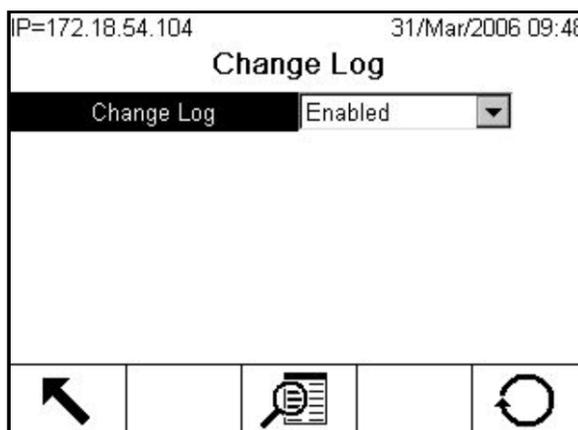

Figure C-29: Écran de configuration Change Log
Le journal de modification du fichier du terminal IND780 suit toutes les modifications intentionnelles apportées aux paramètres de configuration système. Le journal de modification peut être activé/désactivé via Setup en allant à **Maintenance > Configurer > Changer Journal**. La Figure C-29 illustre l'écran de configuration Changer Journal.
- Appuyez sur la touche programmable CONFIGURER ↷ et sélectionnez ensuite le nœud **Maintenance > Configurer > Changer Journal** (voir la Figure C-29).